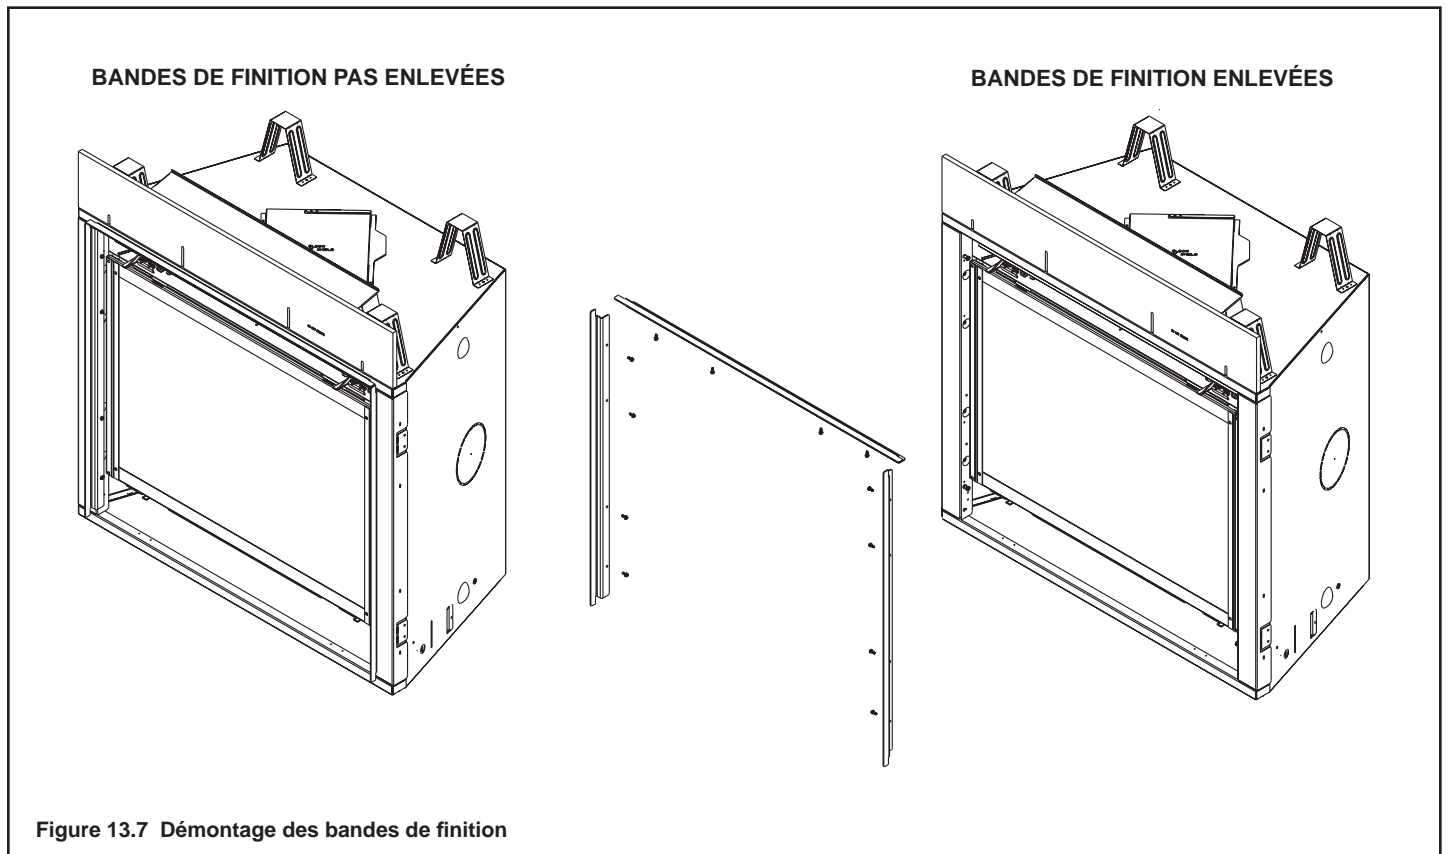

Figure 13.7 Démontage des bandes de finition
**Note :** On peut utiliser des bandes de finition pour faciliter la pose des revêtements extérieurs non combustibles (façade et combinaisons de portes, voir tableau ci-dessus). Elles doivent être enlevées une fois l'installation terminée. Voir la figure 13.7.
Enlevez les bandes de finition. Voir la figure 13.7.